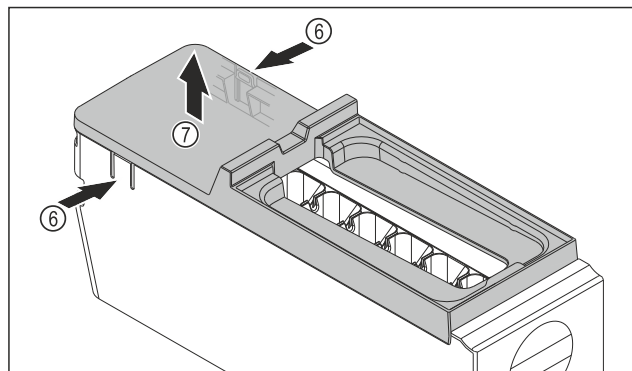

Fig. 144
- Afdekking van de EasyTwist-Ice corpus wegnemen: Strips Fig. 144 (6) aan beide zijden van de EasyTwist-Ice corpus met een hand indrukken.
- Afdekking Fig. 144 (7) met de andere hand van bovenaf wegnemen.